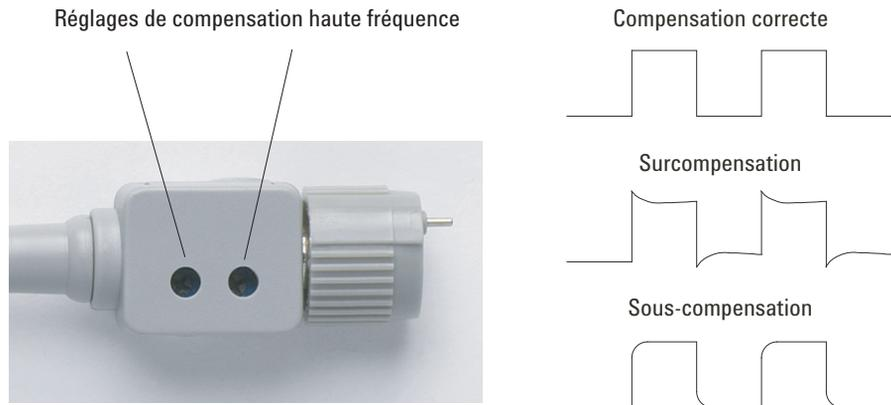

Figure 5 Compensation de sonde haute fréquence
- 4 Si le signal n'est pas compensé correctement (voir **Figure 5**), utilisez un outil non métallique pour effectuer les deux réglages de compensation haute fréquence de la sonde pour et obtenir un signal carré le plus plat possible.